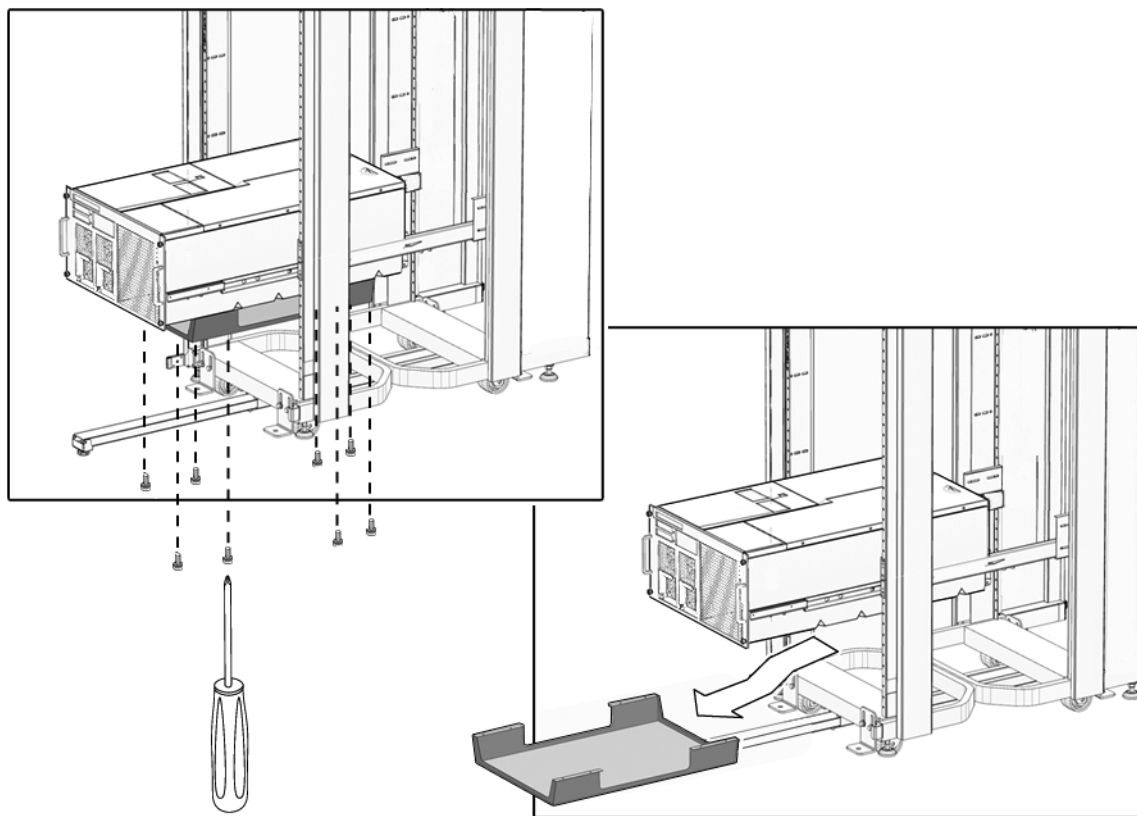

図 2-6 台座の取り外し
8. サーバーの底面から台座を取り外します (図 2-6)。